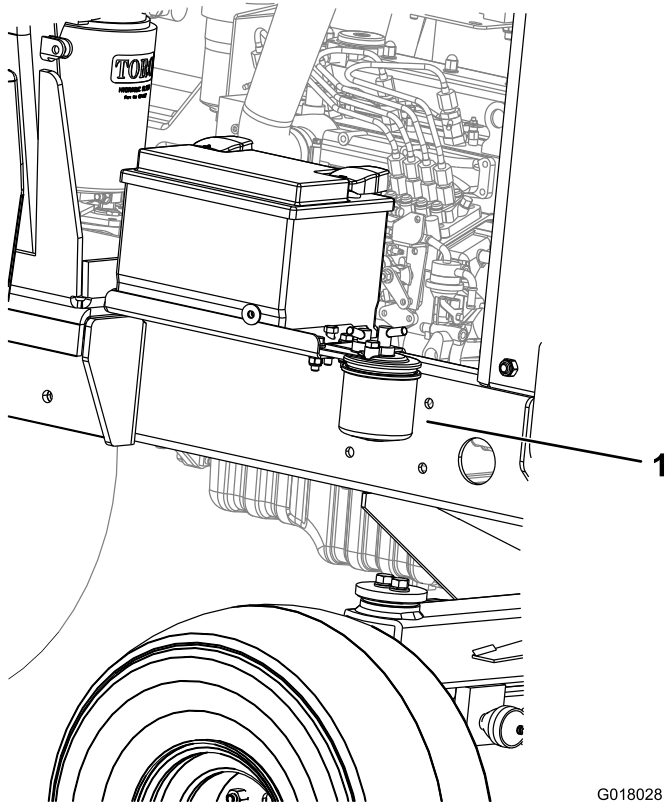

Figura 47
1. Mettete un contenitore pulito sotto la scatola del filtro del carburante (Figura 47).